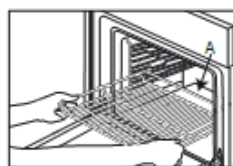
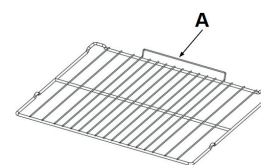

Fig. 1A
Fig. 1B
1. Introduceți orizontal grătarul metalic, cu partea ridicată „A” orientată în sus (Fig. 1A, Fig. 1B)